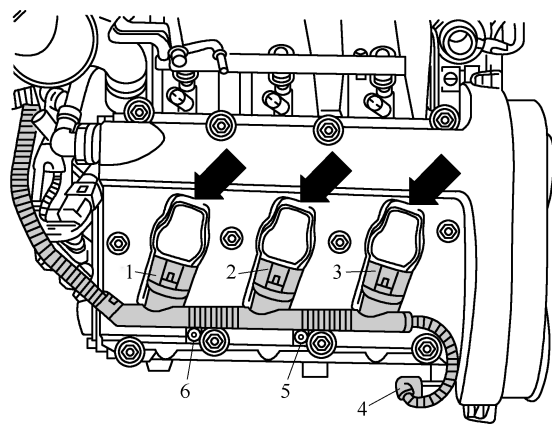

图 1-3-39 拔出点火线圈
- (6) 如图 1-3-39 所示, 旋出右侧气缸盖罩上的螺栓 5 和 6, 脱开插接器 1~4, 拔出点火线圈。